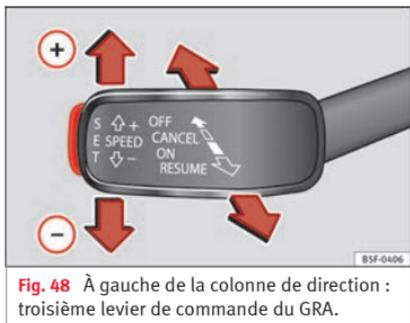

Fig. 48 À gauche de la colonne de direction : troisième levier de commande du GRA.
• Connecter le GRA : placez le troisième levier sur **ON** **» fig. 48**. Le système se met en marche mais il n'effectue aucune régulation car aucune vitesse n'a été programmée.
• Activer le GRA : appuyez sur le bouton **SET** **» fig. 48**. La vitesse est mémorisée et maintenue.
• Déconnecter le GRA temporairement : déplacez le levier en position **CANCEL** **» fig. 48** et relâchez ou appuyez sur la pédale de frein. Le réglage est désactivé temporairement.
• Reconnecter le GRA : déplacez le levier en position **RESUME** **» fig. 48** puis relâchez-le. La vitesse mémorisée sera de nouveau enregistrée et régulée.
• Déconnexion du GRA : déplacez le troisième levier sur la position **OFF** **» fig. 48**. La vitesse mémorisée est effacée et le système est déconnecté.